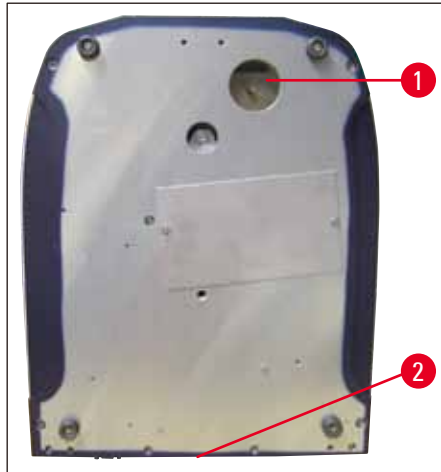

Abb. 7
- Unterseite des Gerätes (→ Abb. 7).
- Schließen Sie den Ablaufschlauch (→ Abb. 7) an der Unterseite des Gerätes an (→ Abb. 7-1).